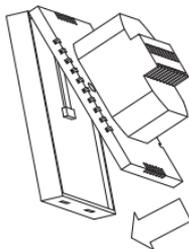

Рис. 2
8.2.2. Подцепив жалом отвертки клипсы в пазах нижней грани корпуса, отсоедините лицевую панель от тыльной части корпуса. Отсоедините шлейф платы питания от платы дисплея *(рис. 2)*.